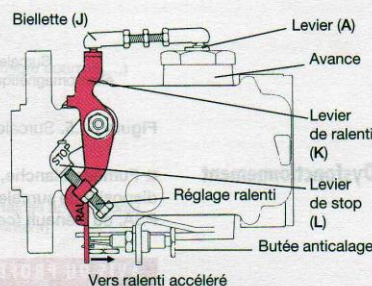

Figure 51.2. Commande externe du surcaleur DPC
Le levier de *ralenti* (K), commandé par l'élément thermostatique du moteur (ralenti accéléré à froid), est relié par une bielle (J) à un axe (F) solidaire d'une plaque excentrée (B) percée d'un trou (fig. 51.2 et 51.3).